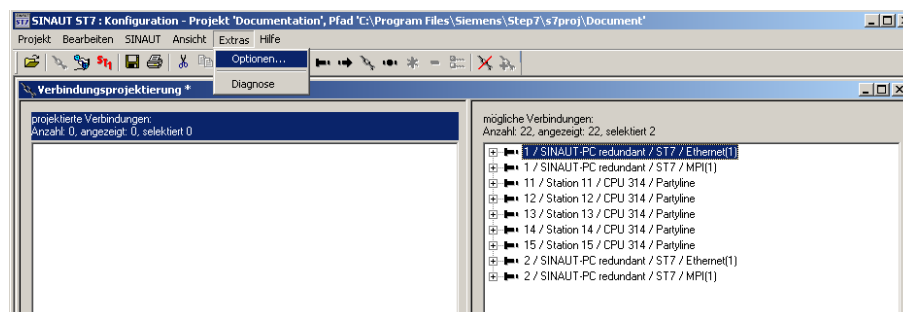

Bild 2-44 SINAUT ST7 Verbindungsprojektierung, Anwahl von Optionen
Das Fenster der *SINAUT-Verbindungsprojektierung* wird jetzt geöffnet (siehe Bild 2-44).
Haben Sie ein redundantes ST7cc in Ihrem Projekt, dann sollte dieses ST7cc im rechten Fenster nur mit einer einzelnen Zeile angezeigt werden. Werden für das redundante ST7cc aber zwei Zeilen angezeigt (wie in Bild 2-44 in der ersten und der letzten Zeile), so müssen Sie eine kleine Änderung in den Darstellungsoptionen vornehmen.
2. Wählen Sie im geöffneten Menü *Optionen...* (siehe Bild 2-44).